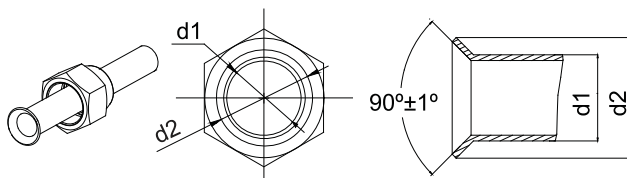

Fig.13
- (1). Tăiați țeava de racordare cu un cuțit pentru țevi și debavurați.
- (2). Țineți țeava în jos pentru a împiedica așchiile să intre în țeavă.
- (3). Îndepărtați piulițele mufei de la supapa de oprire a unității de exterior și în interiorul sacului cu accesorii al unității de interior, apoi introduceți-le pe țeava de racordare după care mufați țeava de conexiune cu o unealtă de mufare.
- (4). Verificați dacă partea de mufare este bine așezată și dacă nu există crăpături (vedeți Fig.13)